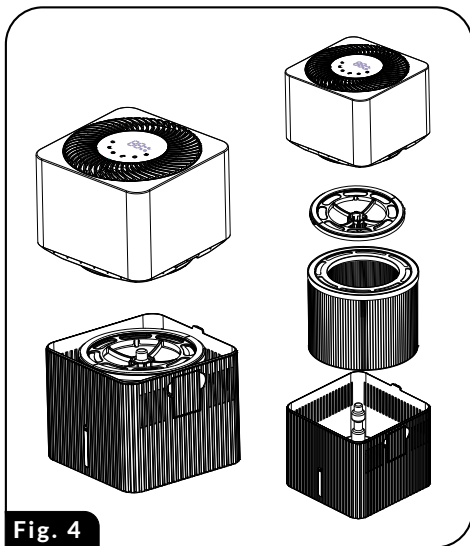

Fig. 4
1. Fjern huset til luftfukteren (3) fra vanntanken (10). Ta ut flottørens ring (4), filteret (6) og flottøren (5).
3. Fyll vanntanken (10) med varmt vann og vask den. Bruk et mildt rengjøringsmiddel for vanskelig smuss. Rengjør vanntanken ofte, en gang hver 1-2 dag.
4. Vask forsiktig flottøren (5) i vann.
6. Avkalk vanntanken (10) med jevne mellomrom. Fyll tanken med en blanding av eddik og vann (1:1 forhold) og la det stå i flere timer. Etter avkalking, hell ut blandingen og skyll tanken med friskt vann.
7. Luftfukteren har en timer for arbeidstimer. Når den når 4320 arbeidstimer (180 dager), vil enheten be om at fordampningsfilteret (6) byttes ut med et nytt - LED-skjermen vil vise meldingen "FR". Når filteret er byttet ut, nullstill filterets timer ved å trykke og holde inne bryteren (2a) i 3 sekunder, mens luftfukteren er på. Følg fremgangsmåten når du bytter filter (Fig. 4 viser installasjon av komponenter:
- fjern huset til luftfukteren (3) fra vanntanken (10)
- fjern låseringen til flottøren (4) fra fordampningsfilteret
- installer låseringen til flottøren (4) på filteret
- installer huset (3) på vanntanken (10).